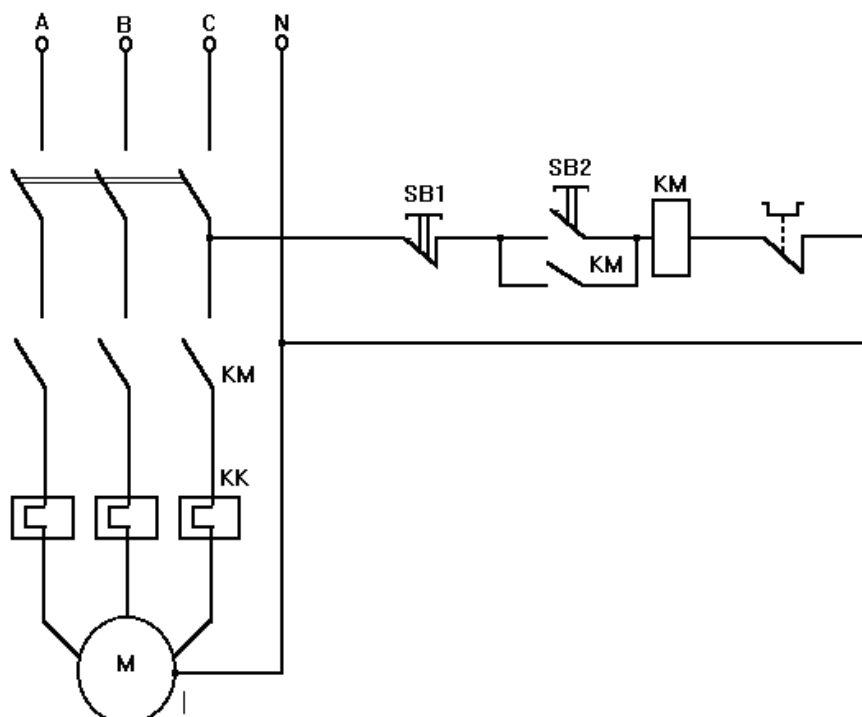

Рис. 3.1. Схема пуска ТАД с использованием магнитного пускателя.
1. Изучить схему управления ТАД (рис. 3.1).